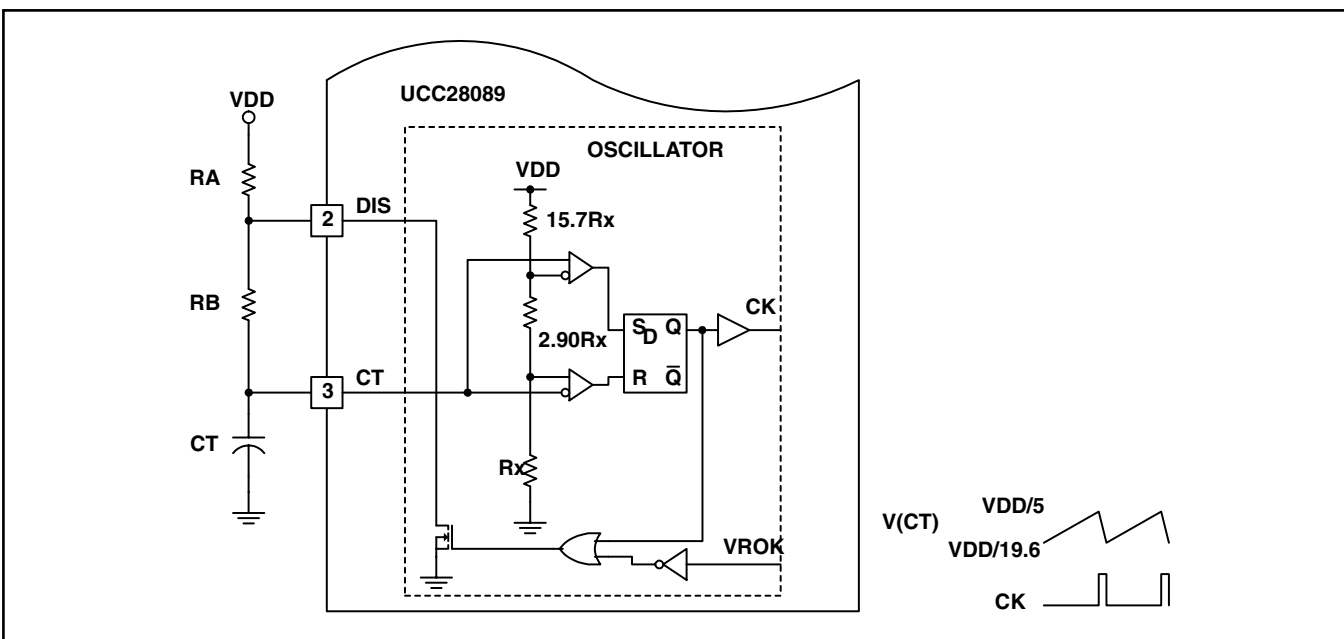

図1. Block Diagram for Oscillator
**CT、DIS**：発振器のタイミング・コンデンサ用端子及びデッドタイム設定のためのタイミング・コンデンサの放電用端子。UCC28089の発信器は、VDD電圧の変動による周波数の変化を最小限に抑えるため内部でVDDとGNDを監視し安定した動作を確保しています。図1に発振器のブロック図を示します。